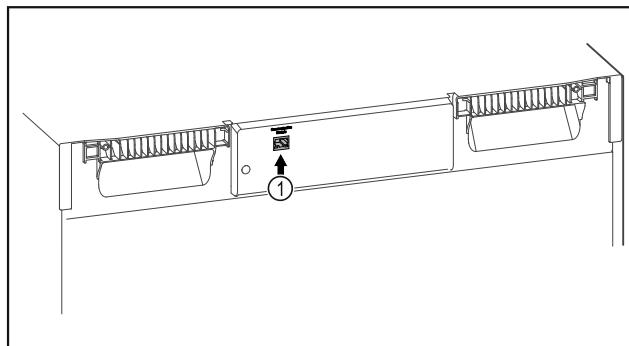

Fig. 138
- Le SmartModule Fig. 138 (1) est en place.